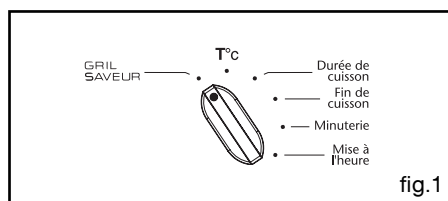

fig.1
- Positionnez le sélecteur de programme sur la position "GRIL SAVEUR" (fig.1), la durée de cuisson clignote à 0h05 (cette valeur de durée correspond au temps minimum nécessaire pour activer la fonction "GRIL SAVEUR" dans la séquence de cuisson choisie).